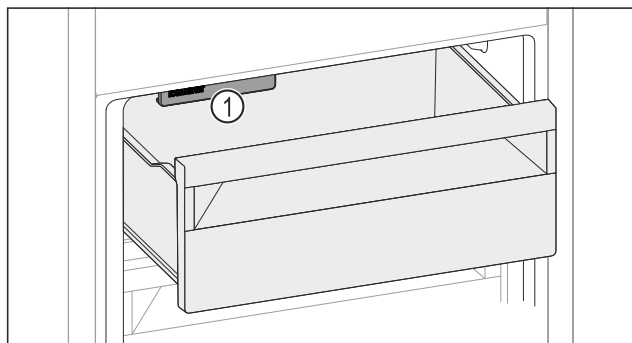

Fig. 227
- Tenere in considerazione l'IceMaker Fig. 227 (1).